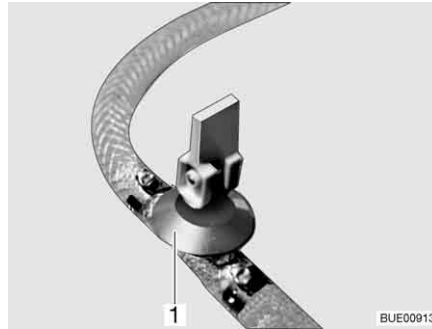

Fig. 217 Llave de desagüe
- Cerrar la(s) llave(s) de desagüe. Colocar para ello el balancín (Fig. 217,1) en posición horizontal.
- Abrir la(s) llave(s) de desagüe (Fig. 217). Colocar para ello el balancín (Fig. 217,1) en posición vertical. La caldera se vacía hacia fuera.